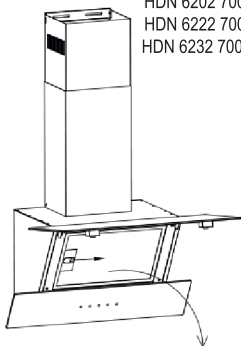

Рис. 2
1. Прежде чем перейти к установке вытяжки, необходимо снять алюминиевый фильтр (Рис. 2).